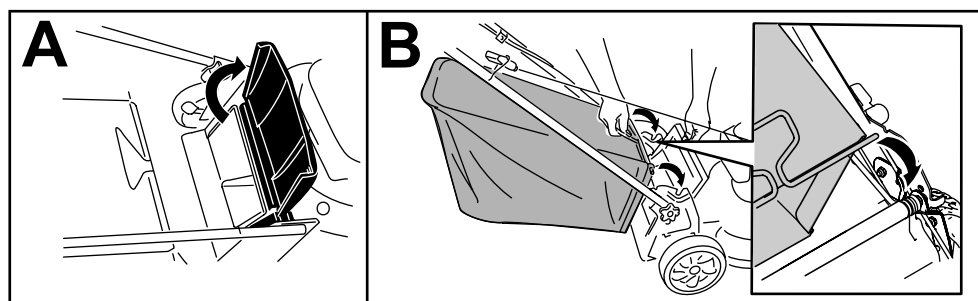

Figura 18
1. Sollevate il deflettore posteriore e tenetelo sollevato (A di Figura 18).
2. Montate il cesto di raccolta, accertandovi che i suoi perni siano inseriti nelle tacche presenti sulla stegola (B della Figura 18).